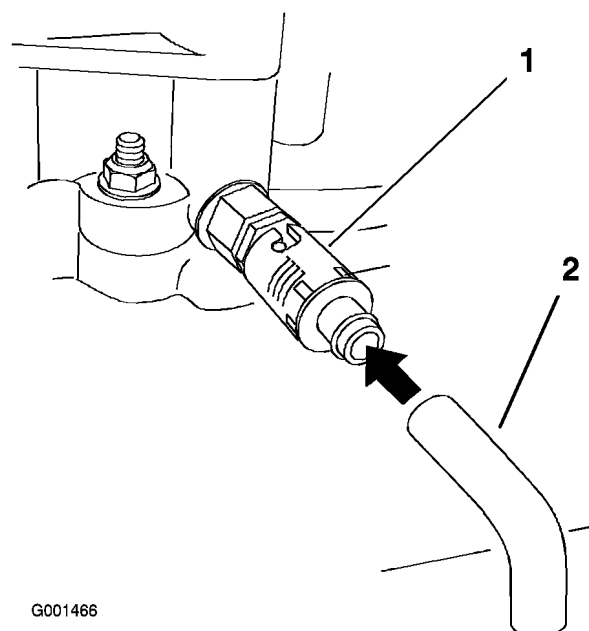

Figura 30
6. Coloque un recipiente debajo del tubo de vaciado. Gire la válvula de vaciado para que se drene el aceite (Figura 30).
8. Retire el tubo de vaciado (Figura 30).